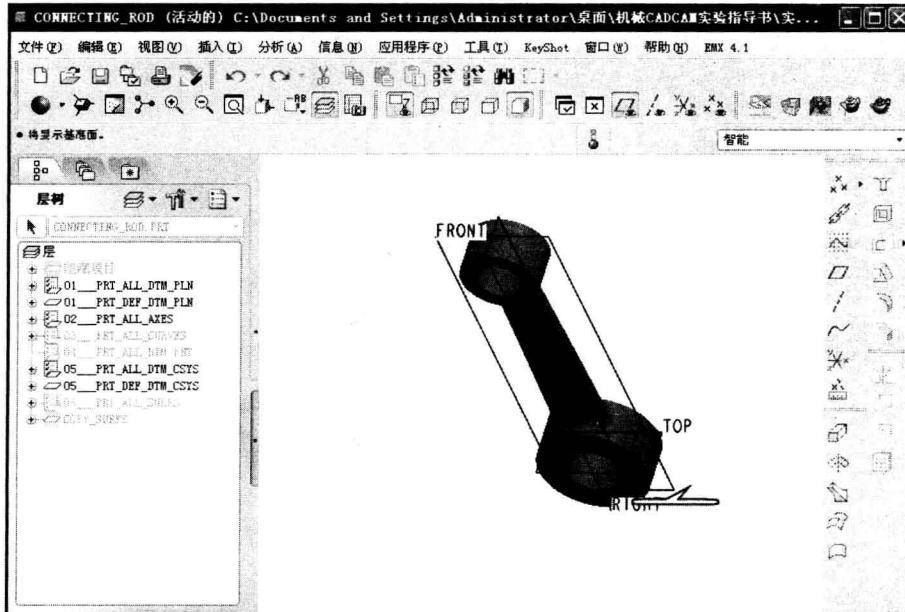

图 1-10 显示基准平面
(1) 显示基准平面：按下  按钮，模型显示效果如图 1-10 所示。